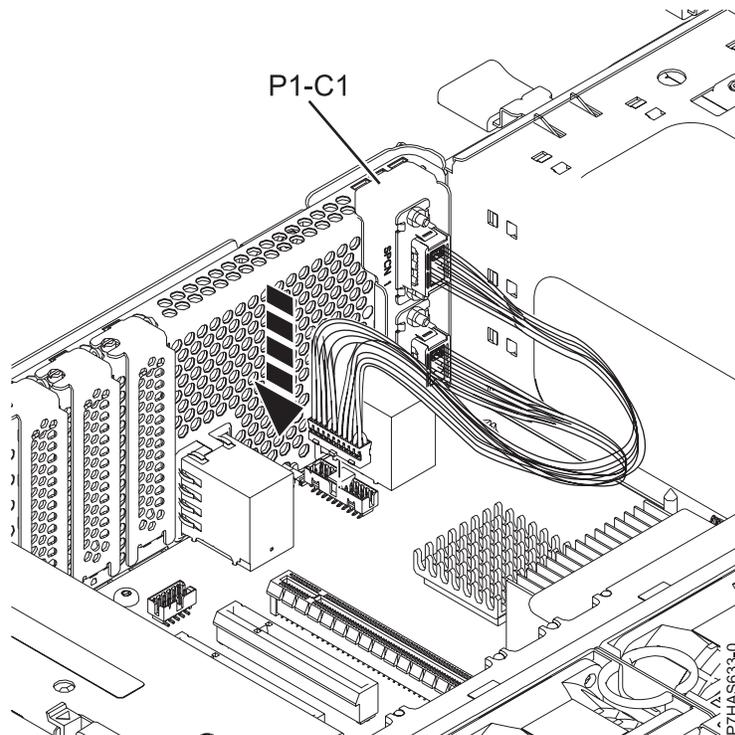

Abbildung 12. SPCN-Kabelsatz installieren
- a. Fassen Sie den 2-Port-SPCN-Kabelsatz für FC EJ0G (C) wie in Abb. 12 auf Seite 14 beschrieben an der oberen Adapterkassettenhalterung und richten Sie ihn an der Öffnung von GX-Steckplatz 1 (P1-C1) an der Rückseite des Gehäuses aus.
- c. Stecken Sie das andere Ende des Kabels in den Anschluss an der Systemrückwandplatine, wie in Abb. 12 auf Seite 14 dargestellt.